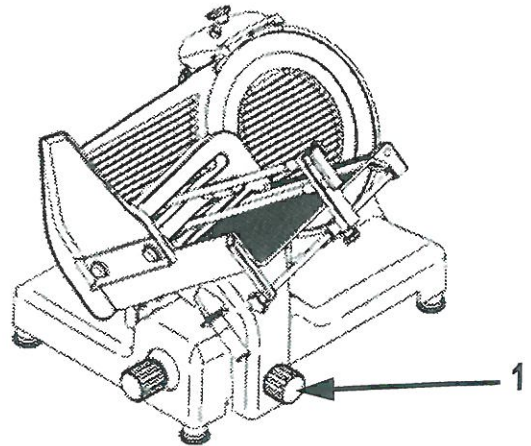

Abb.36
- überprüfen, ob der Teller mittels Festklemmdrehgriff gut befestigt worden ist (Abb. 36 Detail 1);